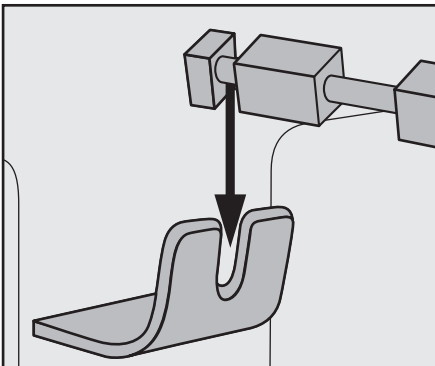

Fig. 2: Pousar o espeto rotativo **16** no alojamento do espeto rotativo **9**
- Coloque a outra unidade do espeto rotativo **16** com a ranhura funda no alojamento do espeto rotativo **9** (fig. 2):